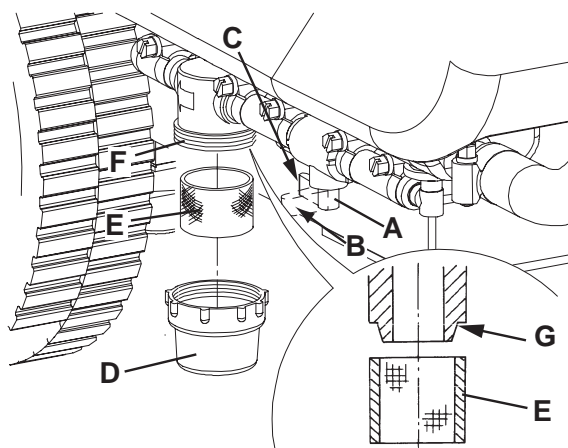

Abbildung 8
3. Den Hahn der Reinigungslösung (A, Abb. 8) schließen, der sich unter der Maschine, hinter dem rechten Hinterrad befindet. Der Hahn (A) ist geschlossen wenn er sich in der Position (B) hinsichtlich der Leitung befindet und ist geöffnet wenn er sich in der Position (C) befindet.
4. Den durchsichtigen Deckel (D) entfernen, dann das kleine Filtriernetz (E) entfernen. Es reinigen und in den Halter (F) anbringen.